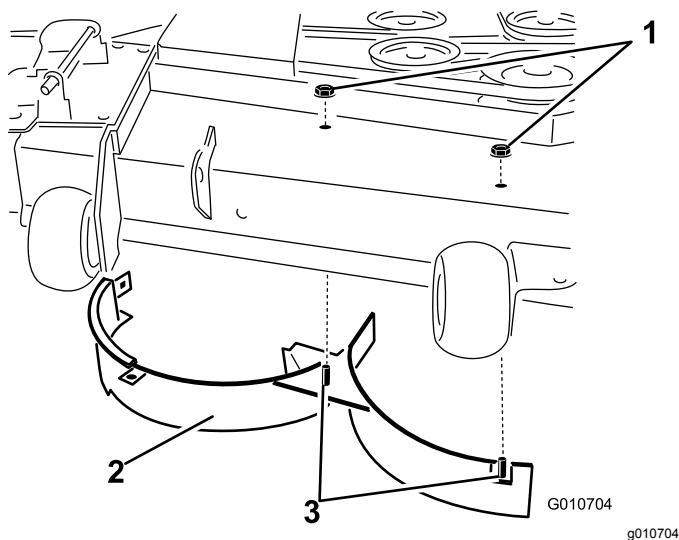

Figura 35
- Rimuovete i due dadi di bloccaggio (5/16") fissati sui perni saldati del deflettore destro in posizione centrale e destra, sulla parte superiore del piatto di taglio (Figura 35).
- Rimuovete il bullone a testa tonda e il dado di bloccaggio fissati sul deflettore destro sulla parte superiore del piatto di taglio. Staccate il deflettore destro dal piatto di taglio (Figura 35).